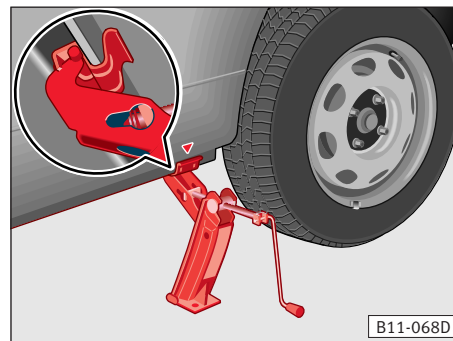

Abb.142
Die Abb.142 zeigt den angesetzten Wagenheber hinten an der linken Seite.
- Die Klaue des Wagenhebers muss den senkrechten Steg des Unterholms umfassen, damit der Wagenheber beim Anheben des Wagens nicht abrutschen kann ⇒ Abb.142.